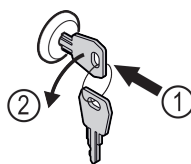

Fig. 170
- ▶ Dugja be a kulcsot. Fig. 170 (1)
- ▶ Forgassa el a kulcsot 90°-kal az óramutató járásával ellenkező irányba. Fig. 170 (2)